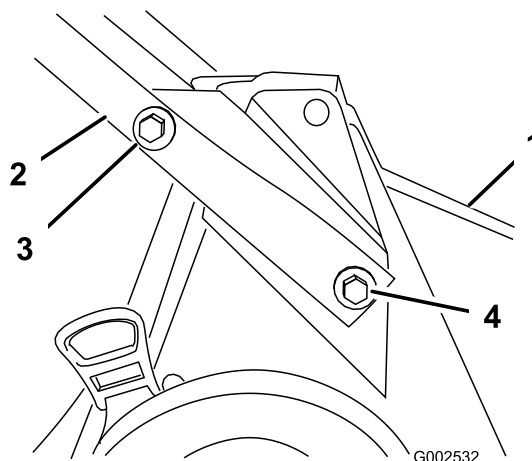

Figura 3
1. Montate la stegola sulla scocca del tosaerba con due bulloni (5/16 x 7/8 poll.), 2 bulloni (5/16 x 1-1/2 inches), 4 rondelle e 4 dadi di bloccaggio (Figura 3).